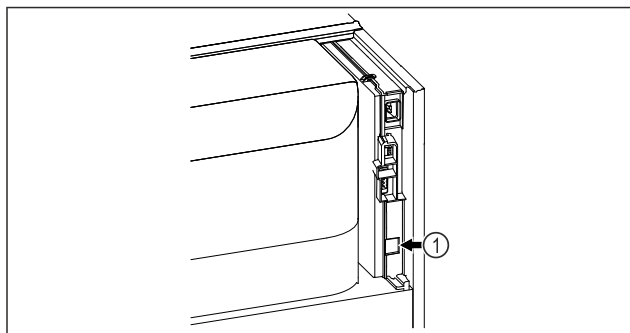

Fig. 89
- SmartModule Fig. 89 (1) è inserito.